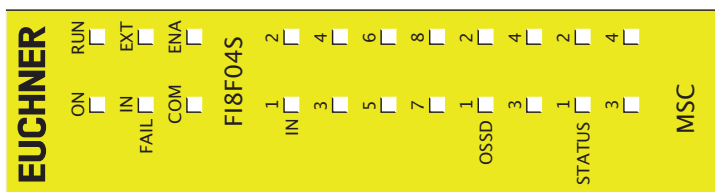

Figure 31 :
8.4.4. Module FI8FO4S (Figure 31)